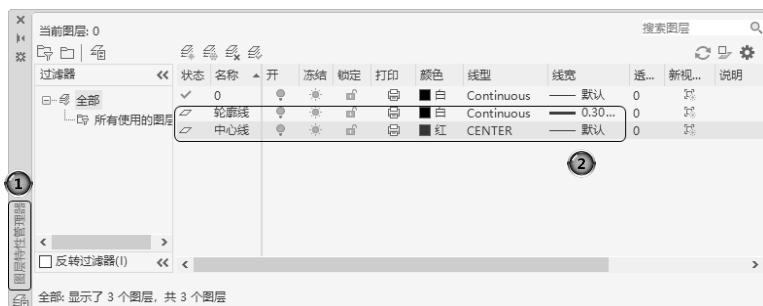

图 2-38 图层设置
(1) 设置图层。
单击“默认”选项卡“图层”面板中的“图层特性”按钮, ①系统打开“图层特性管理器”选项板。②新建“中心线”和“轮廓线”两个图层, 如图 2-38 所示。
(2) 绘制中心线。